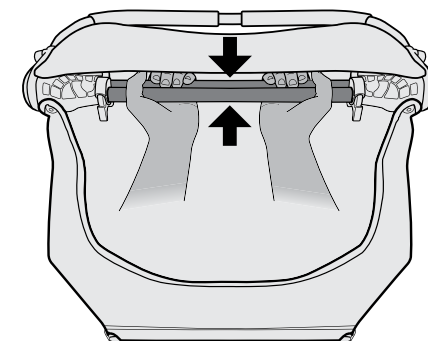

Figure 3
3. Appuyez sur les tubes du cadre ensemble jusqu'à ce que vous entendiez un clic (Figure 3).